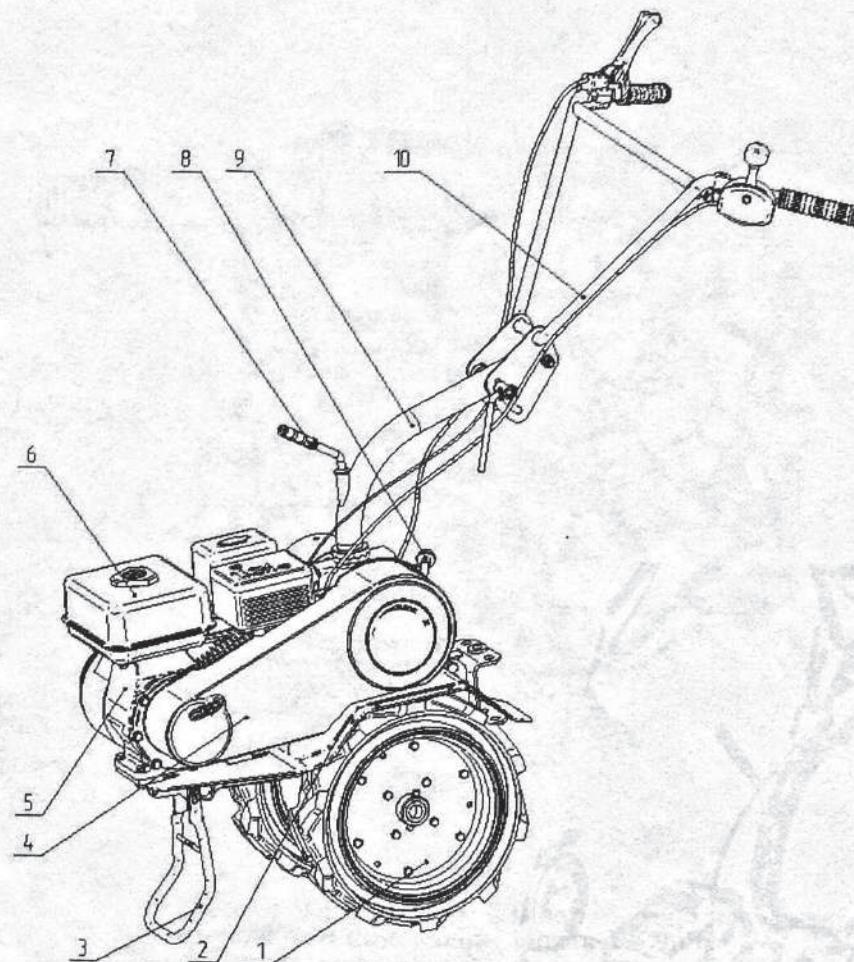
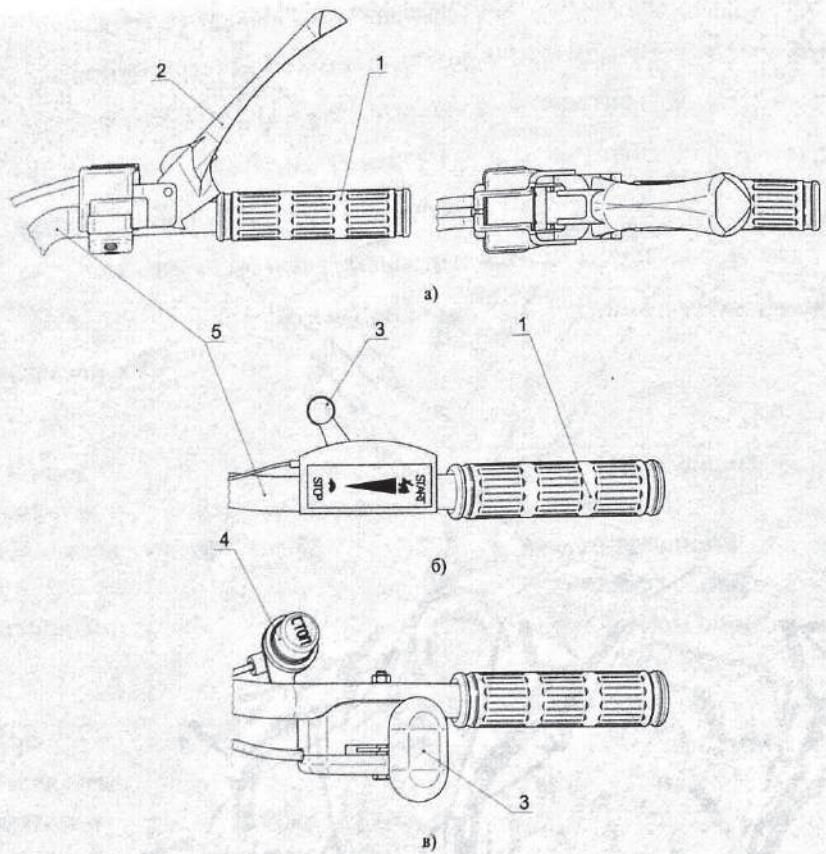

Рис.1 Устройство мотоблока
Рис. 2 Органы управления мотоблоком
- установите стойку руля 9 (рис. 1) на верхнюю часть редуктора мотоблока и ручкой стойки руля 7 закрепите стойку на редукторе;
двигателе рычаг переключения передач должен быть в положении «Н» (нейтраль) рис.5. Перед началом движения рукоятку-опору 3 рис.1 перевести в горизонтальное положение.
При запуске мотоблока рычаг сцепления 2 (рис.2а) на правой рукоятке находится в положении «Выключено» (рычаг отжат). Рычаг управления дроссельной заслонкой 3 (рис. 2б, 2в) на левой рукоятке, установите в положение «Start». Рычаг воздушной заслонки карбюратора (находящийся на двигателе) установите в положение «Перекрыть». Убедитесь, что рычаг переключения передач 8 (рис.1) в нейтральном положении («Н» на этикетке положений рычага переключения передач). Произведите пуск двигателя, как указано в «Руководстве по эксплуатации двигателя».
Примечание: Мотоблок выпускается с двумя вариантами рычага управления дроссельной заслонкой (рис.2б и 2в) в зависимости от типа применяемого двигателя.
Оставляя рычаг сцепления 2 (рис. 2а) в положении «Выключено», переместите рычаг управления передач 8 (рис. 1) в
положение «I» (1-я скорость), переместите рычаг управления дроссельной заслонкой двигателя 3 (рис. 2б) на левой рукоятке мотоблока по часовой стрелке (на увеличение частоты вращения двигателя). Плавно переместите рычаг сцепления из положения «Выключено» в положение «Включено». Колеса начнут вращаться.
По окончании работы мотоблока выключите сцепление, уменьшите частоту вращения двигателя, переведите рычаг переключения передач в положение «Н» (нейтраль), переведите двигатель на режим «Холостой ход», проработайте на холостом ходу 2...3 мин и остановите двигатель, нажав на кнопку «Stop» 4 (рис. 2в), находящуюся на левой рукоятке. Закройте топливный краник на топливном бачке двигателя. Если в исполнении мотоблока кнопка «Stop» отсутствует, то необходимо довести рычаг управления дроссельной заслонкой 3 до положения «Stop» (рис. 2б).
Высота руля мотоблока устанавливается следующим образом: установите мотоблок в горизонтальное положение, ослабьте зажим 3 рис. 6, поднимите или опустите руль на требуемую высоту и затяните зажим. Для поворота руля необходимо отвернуть на несколько оборотов ручку стойки руля 7 рис. 1, повернуть на нужный угол стойку руля и завернуть ручку до упора.
- снимите защитный кожух 4 рис. 1 клиноременной передачи;
- включите сцепление, т.е. рычаг сцепления 2 рис. 2а, прижмите к рукоятке;